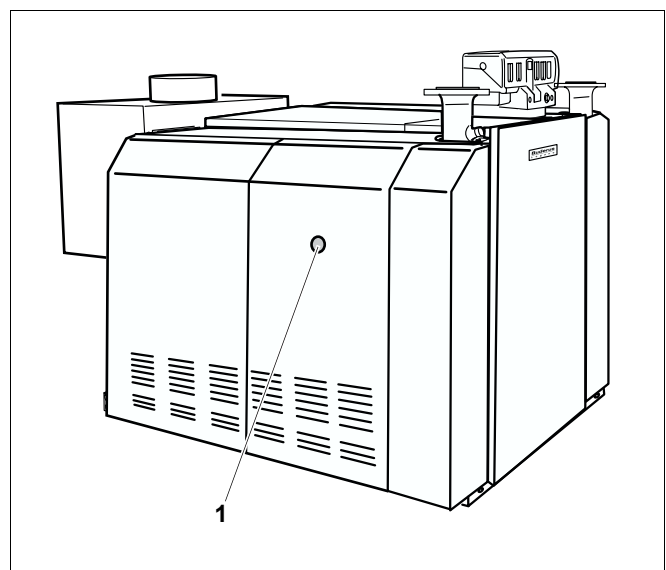

Рис. 8 Кнопка подавления помех
- Нажать кнопку подавления помех (рис. 8, поз. 1). Если после многократного нажатия кнопки газовая горелка не включается, то (см. главу 11 "Устранение неисправностей", стр. 55).